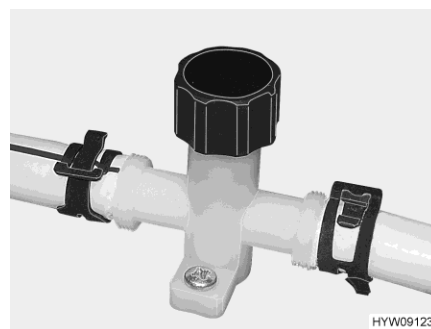
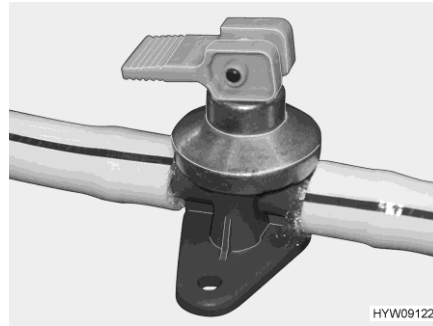

Fig. 149 Llave de desagüe (tubería de agua)
Fig. 150 Llave de desagüe (caldera Alde)
- Cerrar las llaves de desagüe (Fig. 150 y Fig. 149). Para ello, cerrar los capuchones girándolos en sentido de las agujas del reloj, o colocar el balancín en posición horizontal. El lugar de instalación de la válvula de seguridad/purga y de las llaves de desagüe figura en el apartado 10.6 al final del presente capítulo.